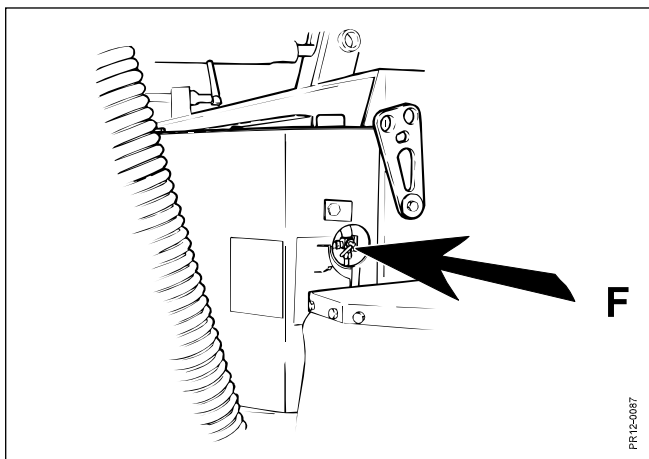

Fig. 5-19
- Fig. 5-19** Bei Inbetriebnahme den Ölhahn **F** ca. halb öffnen. Wenn die Maschine abgeschaltet wird, **den Hahn wieder schliessen!**